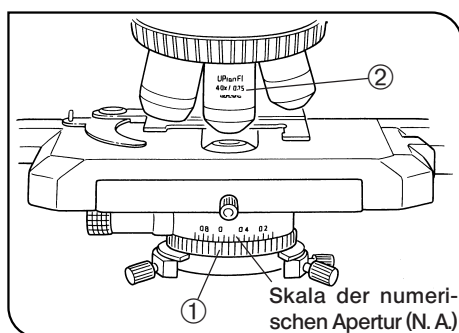

Abb. 32
Für die Einstellung des Aperturblendenrings ① kann die Skala des Kondensors für die numerische Apertur verwendet werden. (Abb. 32)